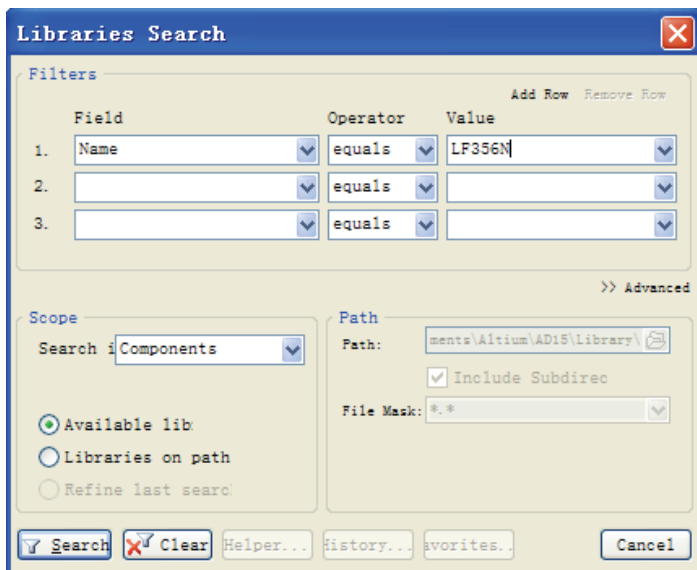
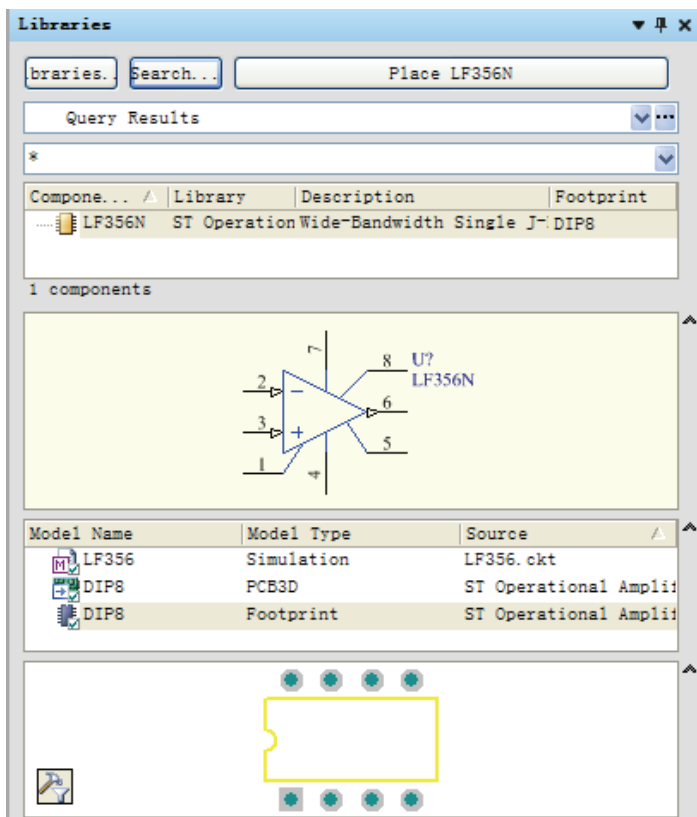

图 4-5 添加搜索内容搜索库文件（Libraries Search）对话框
图 4-6 搜索 NE555P 结果库文件【Libraries】面板
(3) 指定搜索方法后，再在搜索库文件（Libraries Search）对话框“Filters”选项区的相应栏处输入要搜索元件的名称或名称中的部分关键字，如图 4-5 所示。
(4) 单击图 4-5 左下方的  Search 按钮，自动关闭搜索库文件“Libraries Search”对话框并进行搜索，结果在库文件【Libraries】面板显示，如图 4-6 所示。
(5) 单击图 4-6 中的  Place LF356N 按钮，可放置新搜索的 LF356N 元件到当前的原理图上。